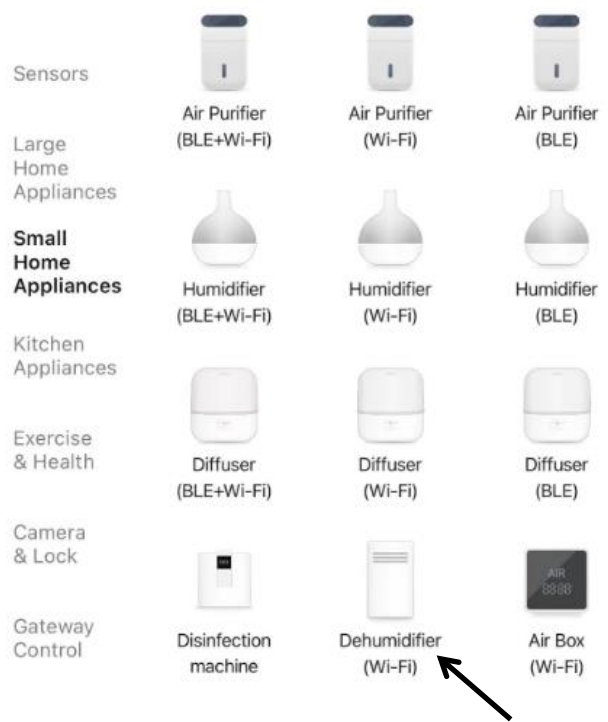
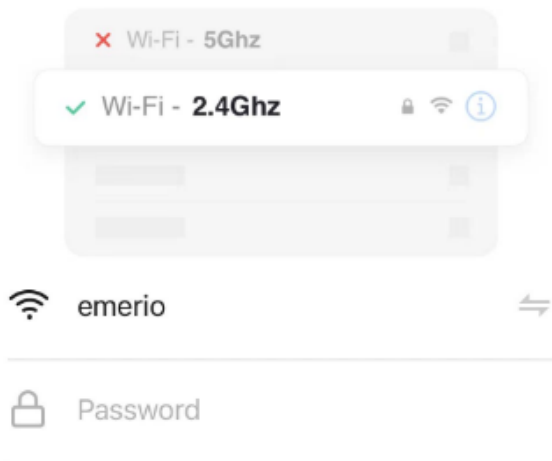

Fig. 2
Fig. 3
3. Individuare la categoria "Small Home Appliances" e premere l'icona "Dehumidifier (Wi-Fi)" (Fig. 2). Apparirà un messaggio con la richiesta di utilizzare una rete Wi-Fi a 2,4 Ghz e di inserire la password (Fig. 3); premere "Next" per continuare. Apparirà la schermata illustrata in Fig.4.